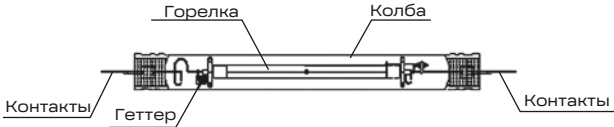

Рис. 3.
- 3.1.2 Точка пайки колбы должна быть обращена вниз, к земле. Контакт лампы, расположенный со стороны геттера (рис. 3), должен быть обращен в сторону ЭПРА в светильнике (короткий провод, отходящий от ЭПРА).